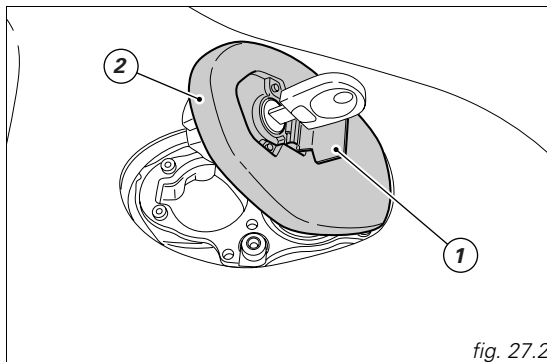

fig. 27.2
Sollevare il coperchietto (1) di protezione ed inserire la chiave nella serratura. Ruotare di 1/4 di giro la chiave in senso orario per sbloccare la serratura. Sollevare il tappo (2, fig. 27.2).